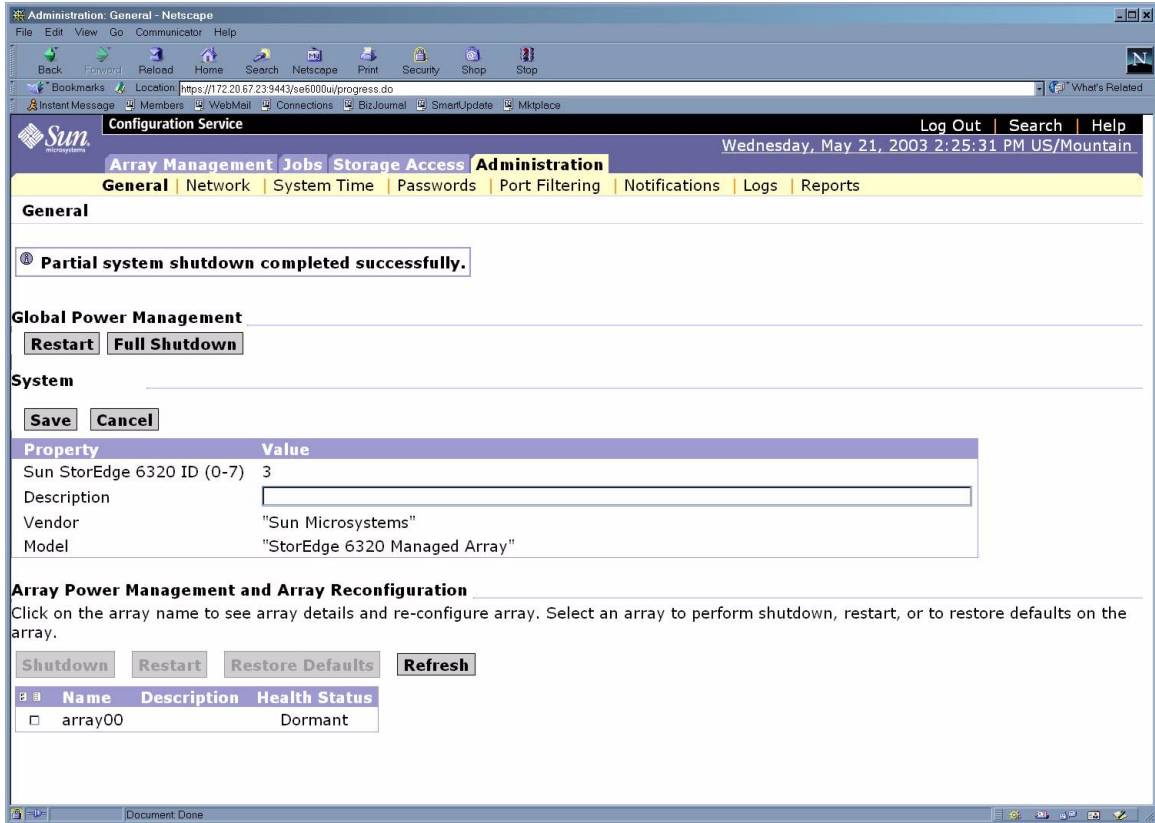

図 B-13 「管理一般 - 電源供給の再開」ページ
5. 図 B-13 に示すような「管理一般」ページが表示されます。